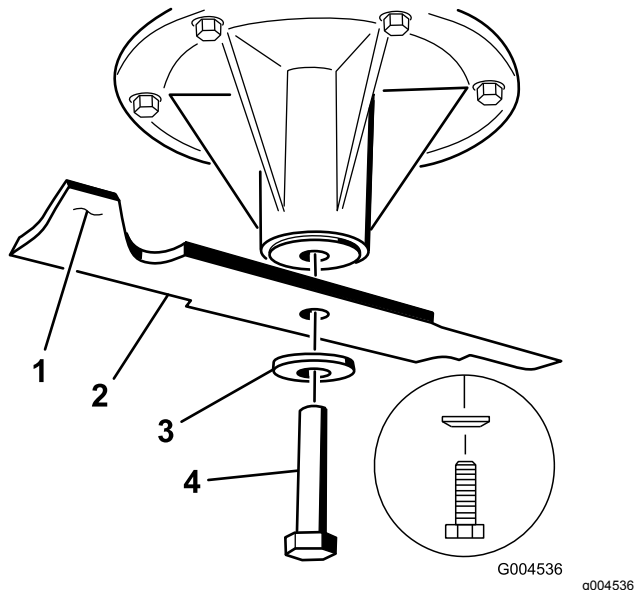

Bild 103
- Setzen Sie das Messer auf die Spindelwelle (Bild 103).
- Setzen Sie die Federscheibe und die Messerschraube ein (Bild 103).